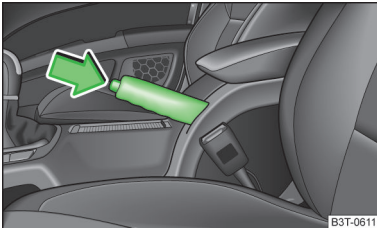

Abb. 125
- Den Handbremshebel etwas hochziehen und gleichzeitig den Sperrknopf » Abb. 125 hineindrücken.